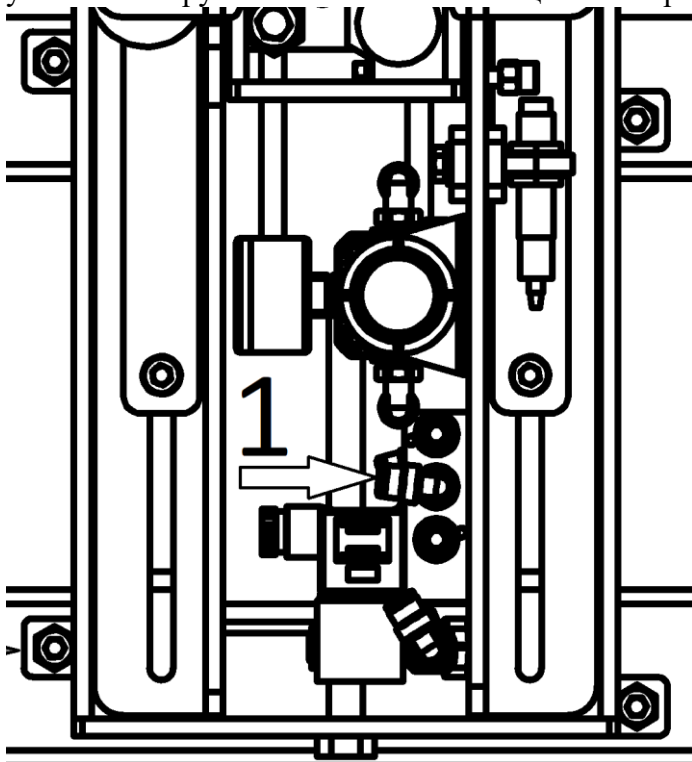

Рисунок 18.
- Подключаем ПМ к пневматической системе комплекса (рис.18). Подключение производится установкой трубки пневмосистемы в цанговый разъем электроклапана 1.